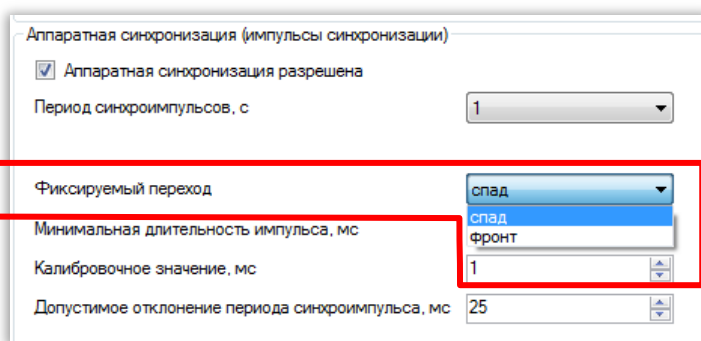

Рисунок 25 – Настройка фиксируемого перехода
9.1.5 Выбрать фиксируемый переход – начало синхронизации (см. рисунок 25). Начало синхронизации может фиксироваться по изменению уровня сигнала с низкого на высокий (по фронту) или изменению с высокого на низкий (по спаду)*.